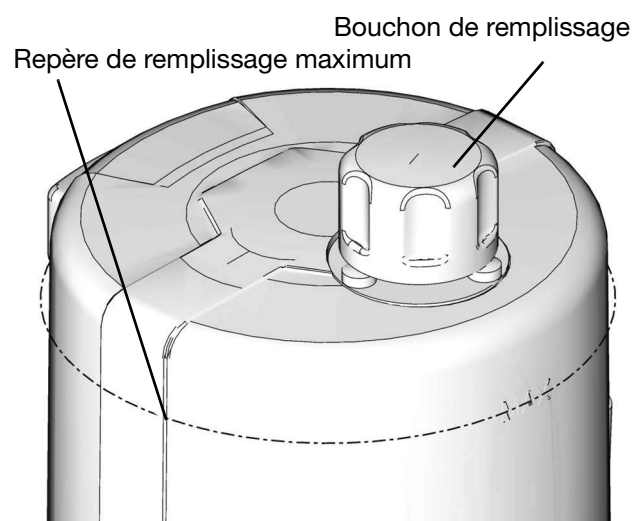

FIG. 20
- Ne pas trop remplir (FIG. 20).
1. Retirer le bouchon de remplissage (FIG. 20).
2. Verser l'huile dans le réservoir jusqu'au repère de remplissage maximum (FIG. 20).
3. Remettre le bouchon de remplissage en place et le serrer fermement à la main. (FIG. 20).